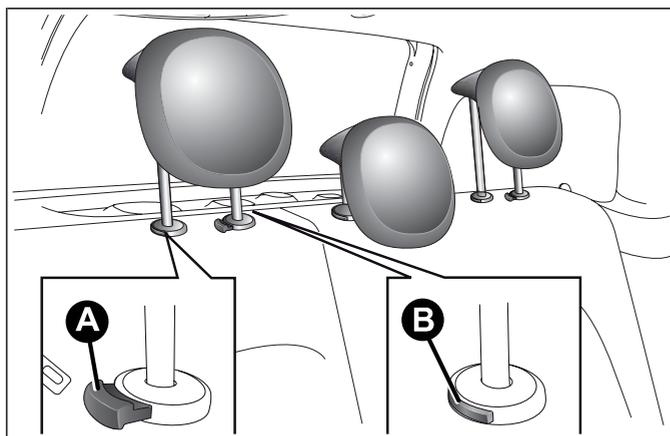

fig. 20
**Réglage vers le bas :** appuyer sur la touche A fig. 20 et baisser l'appui-tête.
- appuyer sur les touches A et B fig. 20 à côté des deux supports, puis enlever les appuis-tête en les tirant vers le haut.